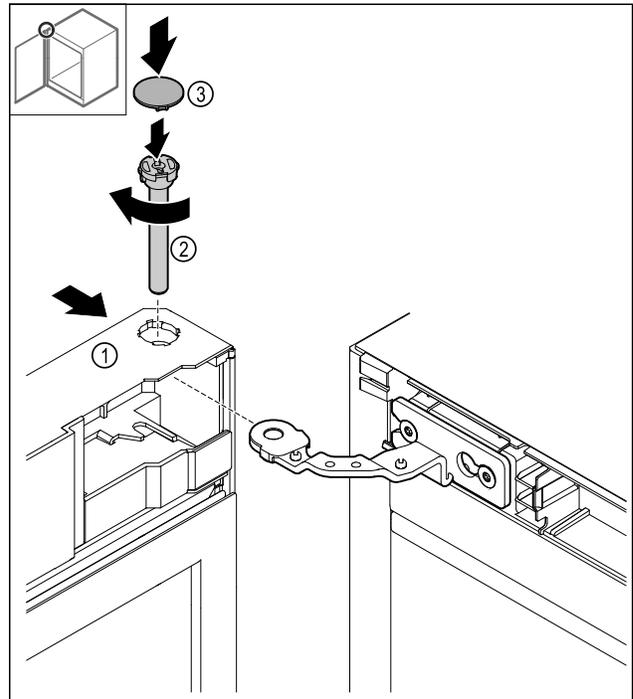

Fig. 47
- ▶ Du haut, pousser la porte Fig. 47 (1) sur la charnière.
- ▶ Insérer et serrer le boulon Fig. 47 (2) dans le sens des aiguilles d'une montre.
- ▶ Poser le cache Fig. 47 (4).